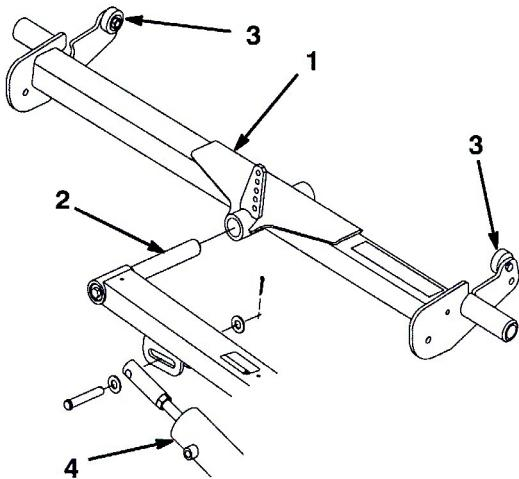

図4
- A. 昇降シリンダのロッドの先端と昇降アームとをつないでいるクレビスピンを外す（図4）。
- D. ナットを締め、シリンダ・ロッドを昇降アームに接続して終了（図4）。
1. 後キャリア・フレームを後昇降アームのピボット・ロッドの下に引き込む（図4）。この時点ではまだ、キャリア・フレームをカッティングユニットに接続しない。
3. キャリア・フレームの一方の端を押し下げて、フレームの他方の端の上ストップ（図4）がフット・ステップの下面に当たるようにする。押し下げた側では、上ストップとフット・ステップ間の距離が6 mm程度となっているのが適正である。6 mmになっていない場合は以下的手順に従って調整を行う。調整の必要がない場合は次の組み立て段階へ進む。